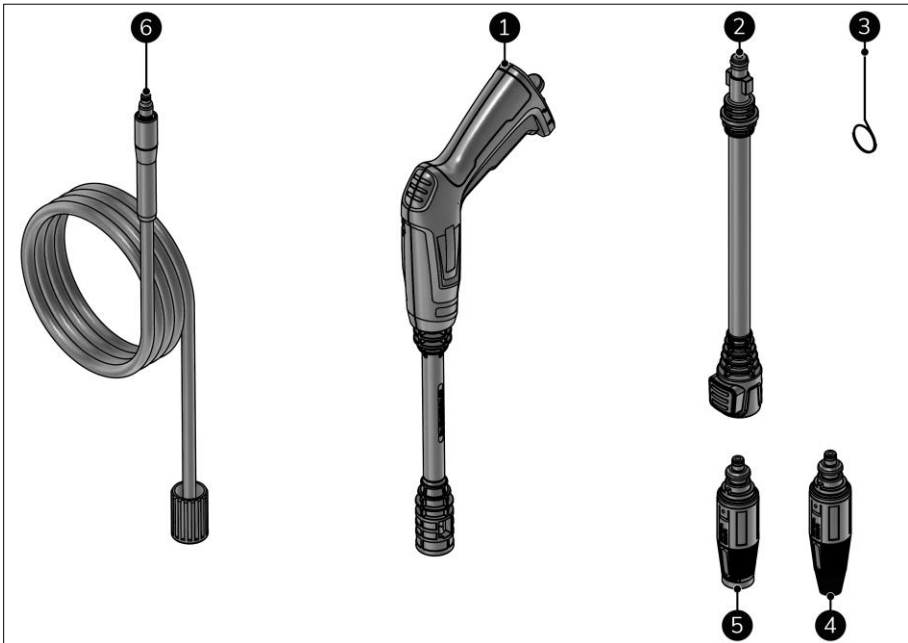

Abbildung 5
Dieses Gerät enthält folgendes Zubehör (Abbildung 5):
1. Halten Sie die Strahlpistole (Abbildung 5, Pos. 1) mit beiden Händen.